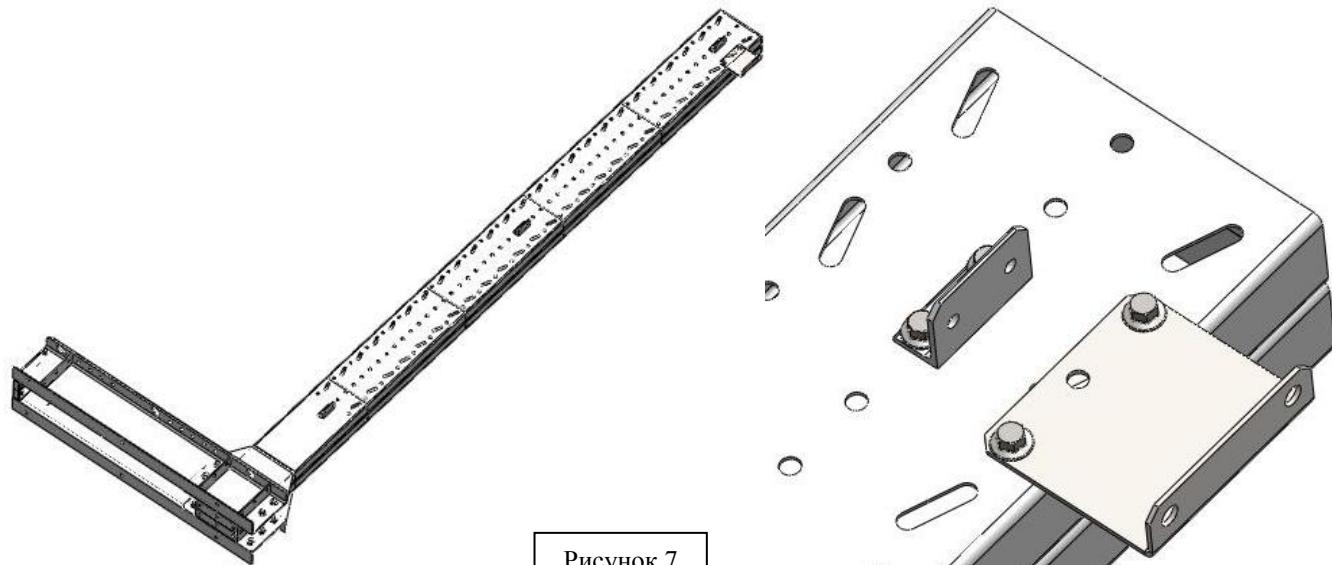

Рисунок 7
5. При установки одностороннего стеллажа, необходимо присоединить кронштейн (входящего в комплект) к стойке при помощи болтов M14×190, гаек M14, шайб 14 (рисунок 7).